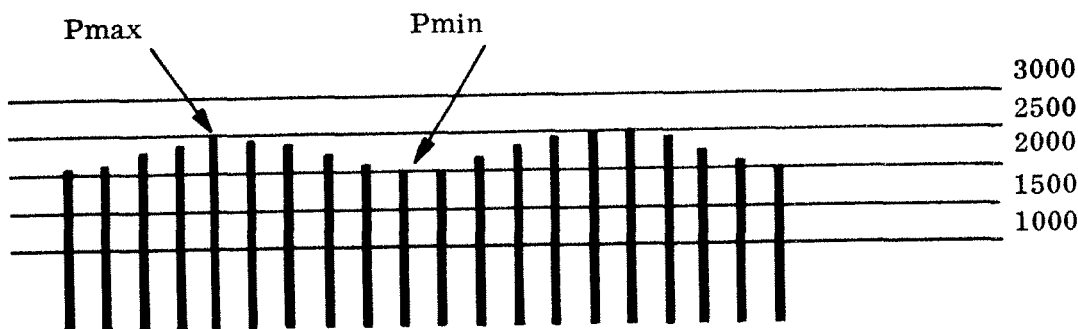

Bild 9
- 3.1.26.3 Läs av de siffervärden som svarar mot max respektive min tändsträcka på sinuskurvan, se bild 9.